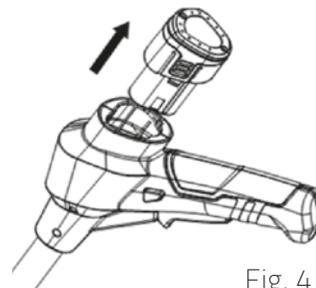
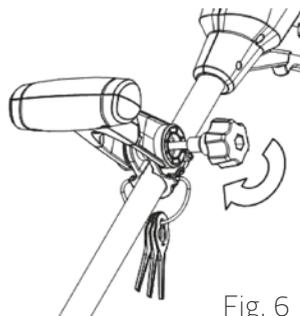

Fig. 4
Fig. 6
### Ricarica (Fig. 4, Fig. 6)
1. Estrarre la batteria dall'apparecchio. Premere i pulsanti di rilascio situati su entrambi i lati della batteria e, contemporaneamente, estrarre quest'ultima tirandola nella direzione indicata dalla freccia in fig.4.
## Regolazione della maniglia supplementare (Fig. 6)